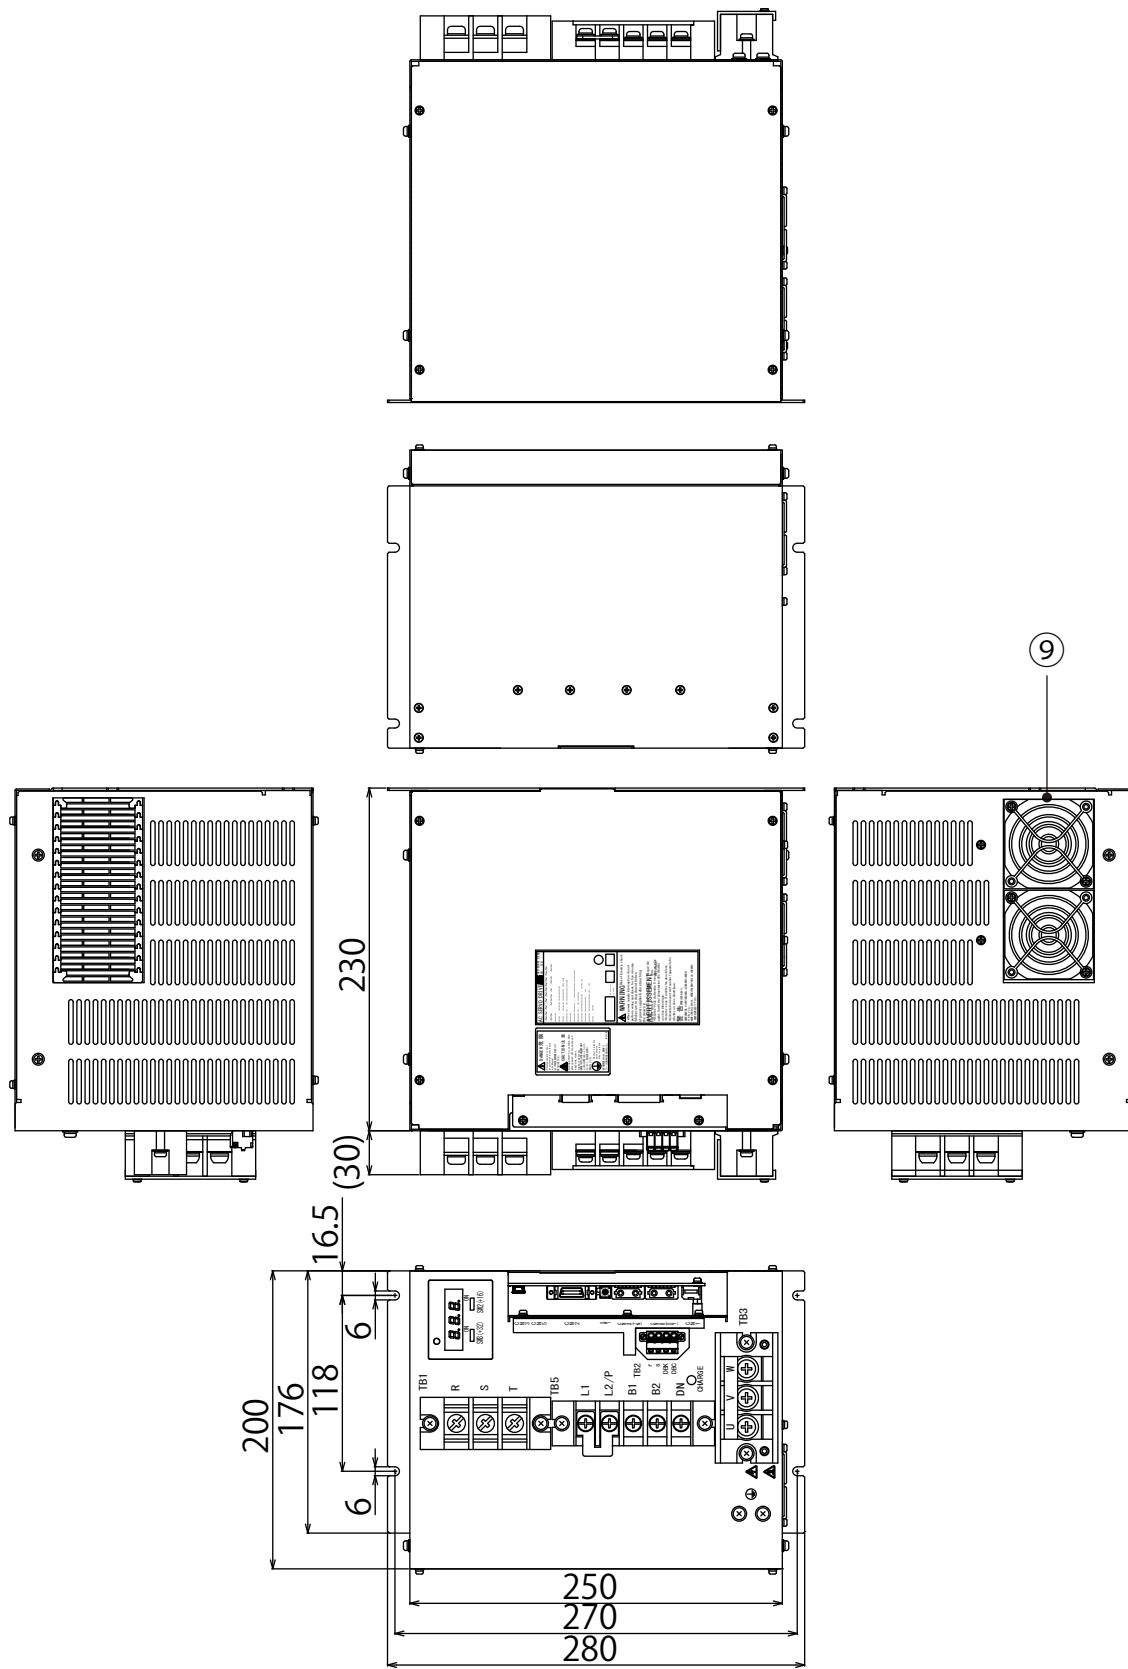

图12-11 15kW驱动器主体外形图 (Type6)
| ⑨ | FAN | 空冷用风扇参照 「图 12-11 15kW 驱动器主体外形图 (Type6)」 | |